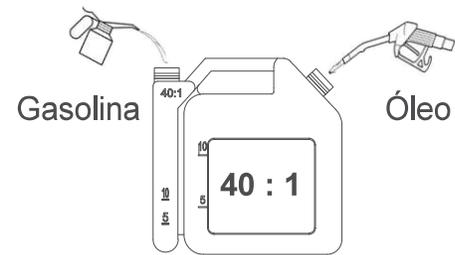

Fig. 13
1. Misture gasolina sem chumbo normal com um óleo do motor de boa qualidade para motores a 2 tempos refrigerados a ar na garrafa de mistura de combustível fornecida (30) (Fig. 13).